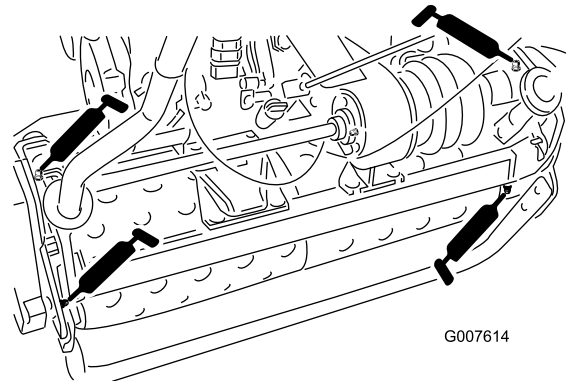

Figura 15
- 2 sugli assali del tamburo (Figura 15).
- 3 sul differenziale (Figura 15).